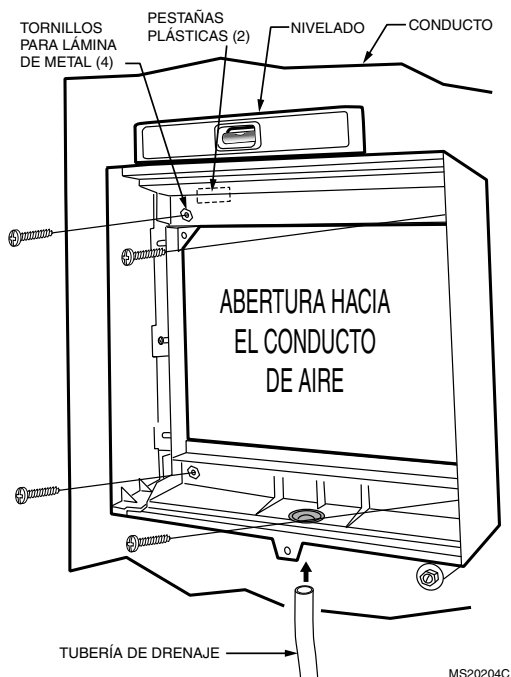

Fig. 5. Instalación del humidificador en un conducto.
8. Cerciórese de que la carcasa del humidificador esté a nivel, y seguidamente colóquela en la abertura de modo que las pestañas plásticas queden en su lugar en el *borde superior de la lámina metálica* de la abertura. Use un alicate, según sea necesario, para aplanar los bordes cortados. Consulte la Fig. 5.